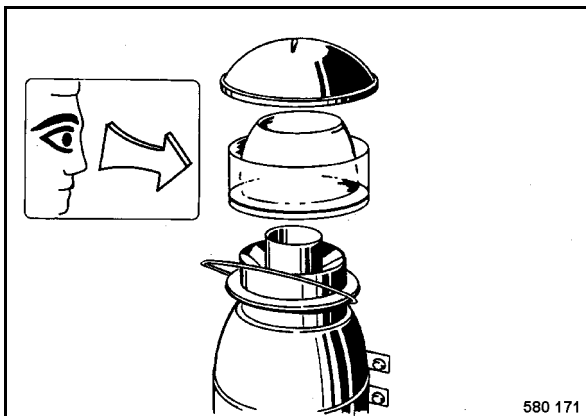

fig. 96
- Si la poussière a atteint le repère, décrocher l'étrier de serrage (fig. 96), retirer le couvercle et nettoyer le réservoir collecteur.